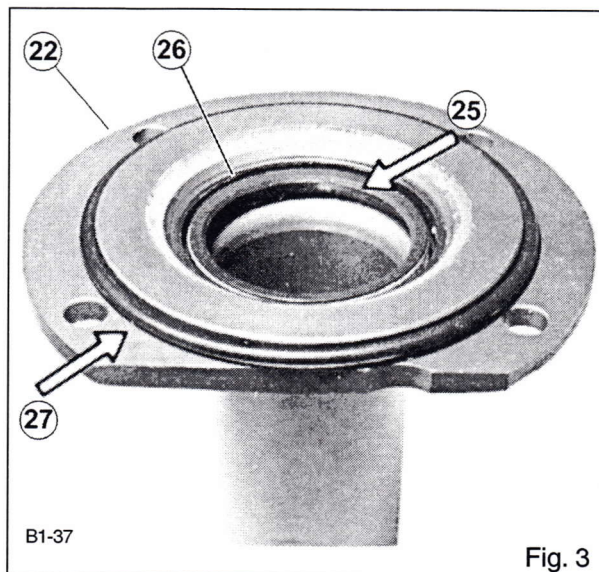

Fig. 3
- Tag O-ringene (26) og (27) ud (Fig. 3).